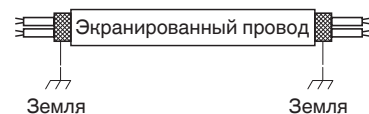

Рис. 4-4
(5) Используйте экранированные провода для межблочной проводки управления (с) и заземлите оплетку с обеих сторон, в противном случае возможно нарушение работы из-за помех. (Рис. 4-4)